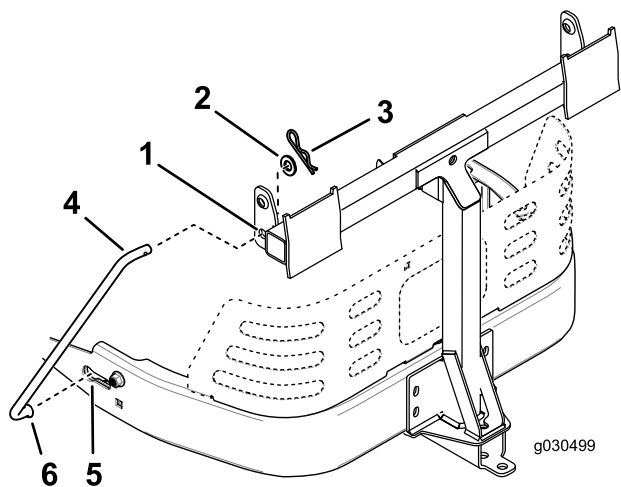

Bild 18
4. Setzen Sie ein gebogenes, flaches Ende der Stange in den verkeilten Schlitz an der linken Seite des Maschinenrahmens ein und bewegen die Stange nach hinten, damit sie im Rahmen sitzt (Bild 18).
5. Setzen Sie die gebogenen Enden der Stange in die Anbaugerätbefestigung ein, wie in **Bild 18** abgebildet, und befestigen Sie das Ende jeder Stange mit einer Scheibe und einem Splint.